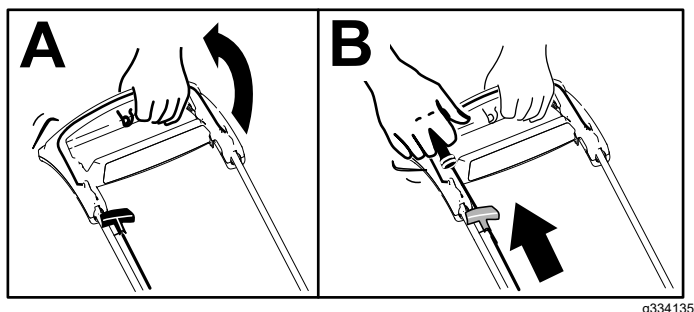

Figura 13
1. Sujete la barra de control de las cuchillas contra el manillar (Figura 13, A).
2. Tire suavemente del arrancador de retroceso hasta que note resistencia, luego tire con fuerza y deje que vuelva lentamente a la guía de cuerda del manillar (Figura 13, B).